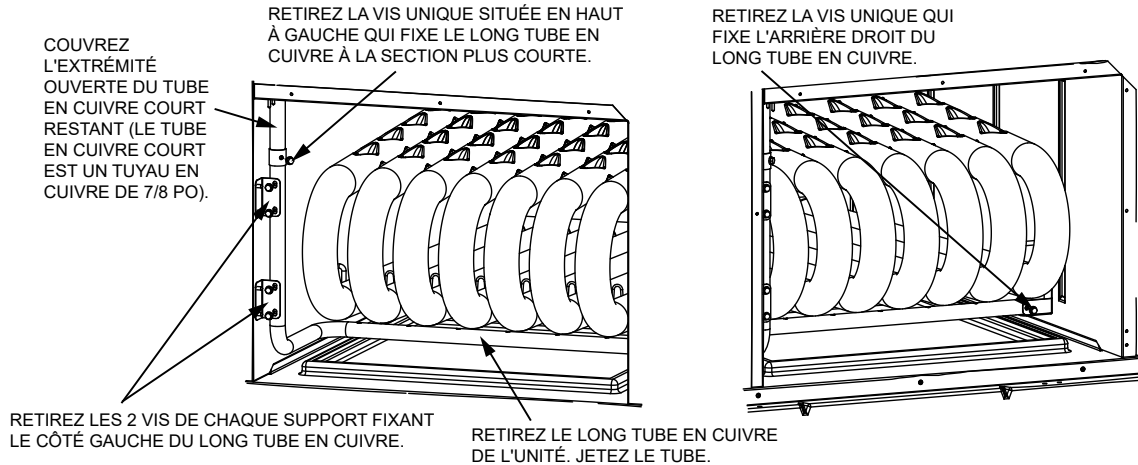

FIGURE 4
- 3 - Dans la section d'alimentation en air, il faut retirer le long tuyau en cuivre de l'unité avant de poursuivre. Reportez-vous à la FIGURE 4.